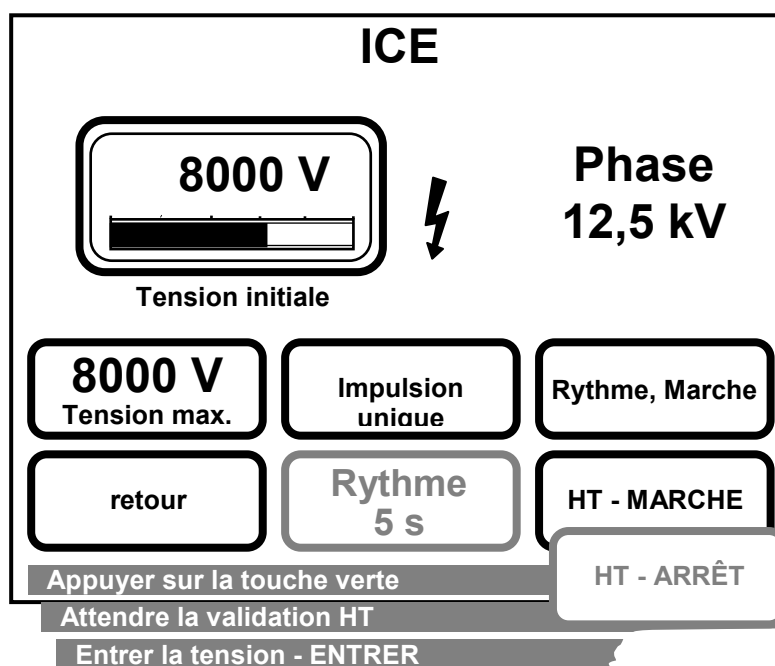

Fig. 12 : Menu ICE (découplage de courant)
3. Après sélection de la gamme de tensions, le menu ci-dessus (Fig.12 : Menu ICE (découplage de courant)) apparaît.